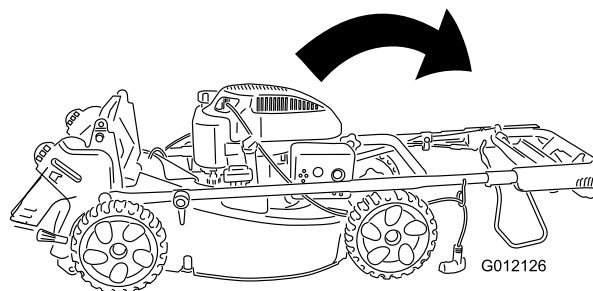

Figure 4
2. Dépliez la moitié supérieure du guidon vers l'avant jusqu'à ce que les deux moitiés soient dans le prolongement l'une de l'autre et s'emmanchent ensemble correctement, comme illustré à la Figure 4.